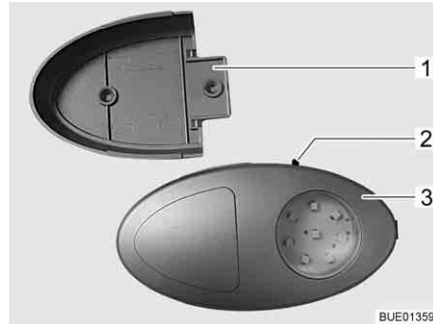

Bild 70 Kleiderschrankleuchte
- ▷ Die Kleiderschrankleuchte kann aus der verschraubten Halterung (Bild 70,1) herausgezogen und als Taschenlampe verwendet werden.
Der Ein-/Aus-Schalter (Bild 70,2) ist direkt an der Kleiderschrankleuchte (Bild 70,3) angebracht.